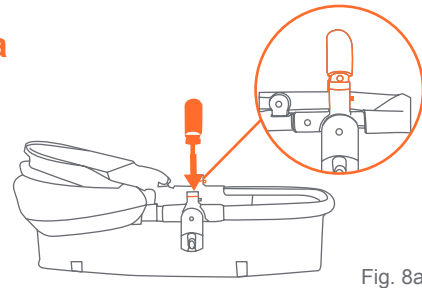

Fig. 8a
- 8) • Coloque la barra frontal alineando los anclajes con las ranuras de la sillita. Empuje hasta que encaje (Fig. 8a).